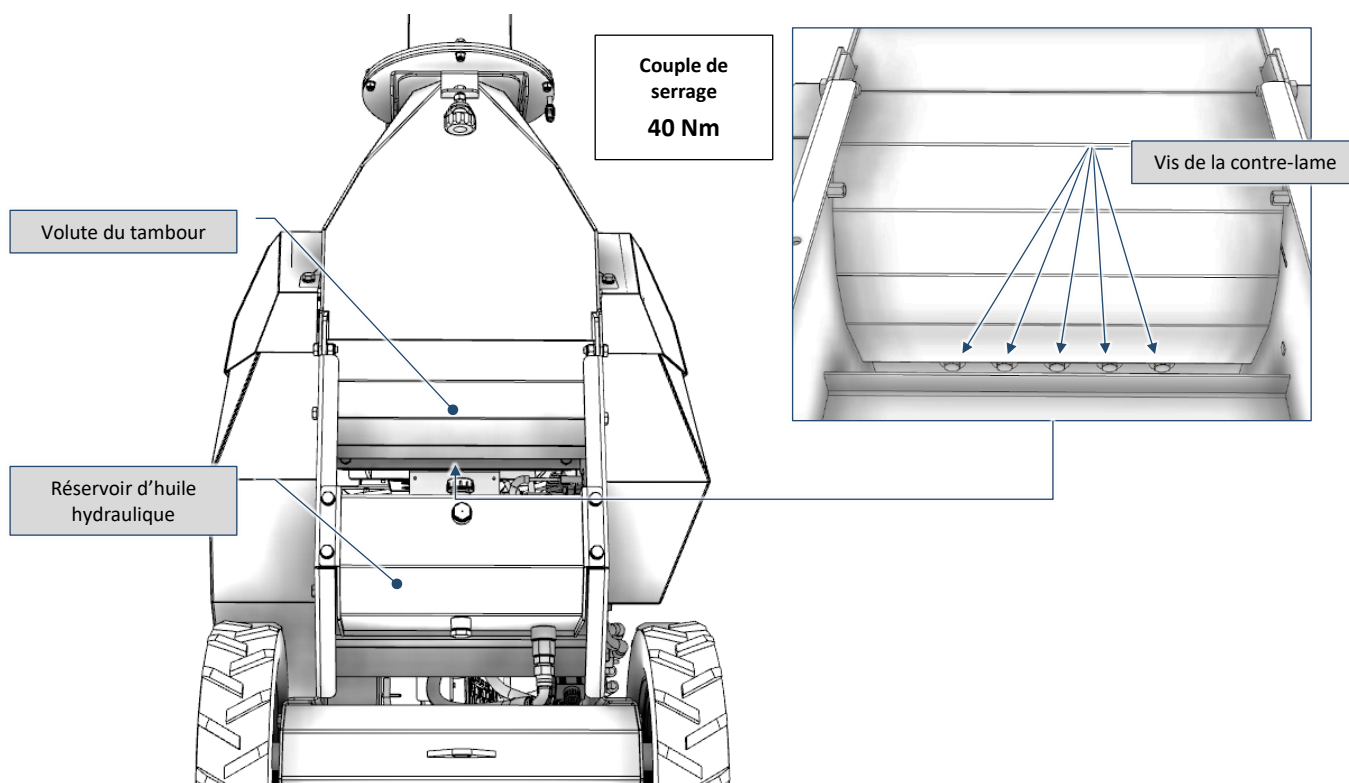

Fig. 9-31 – Position des vis de la contre-lame
- 8) Placez-vous à l'arrière de la machine et, en accédant sous la volute du tambour, desserrez les cinq vis de fixation de la contre-lame (Fig. 9-31);
- 12) Serrez les vis de fixation de la contre-lame – **couple de serrage 40 Nm** (Fig. 9-31);